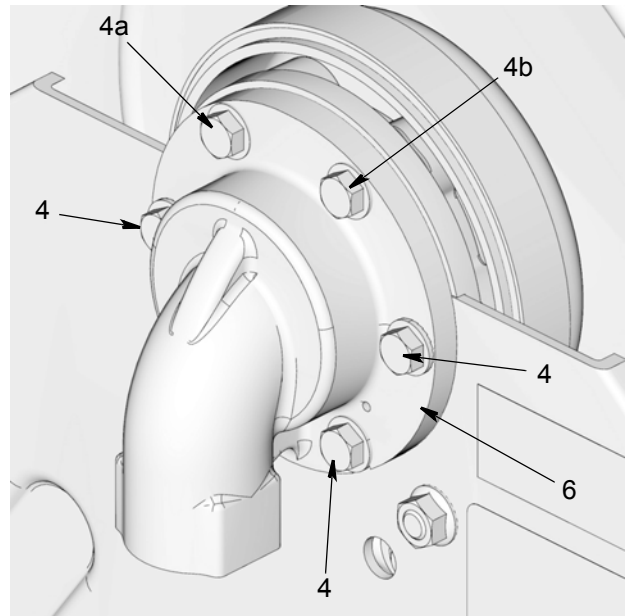

FIG. 3
Pour les étapes suivantes, consultez la FIG. 3.
3. Retirez les boulons (4).
4. Retirez et tournez le pivot (6) dans la position souhaitée.
5. Placez tout d'abord les 2 boulons supérieurs (4a et 4b), tel qu'indiqué à la FIG. 3. Serrez les boulons suffisamment pour maintenir l'ensemble en place.
6. Installez ensuite les boulons restants (4). Serrez d'abord tous les boulons manuellement puis à un couple entre 33,9 et 47,45 N•m (entre 25 et 35 pi-lb).